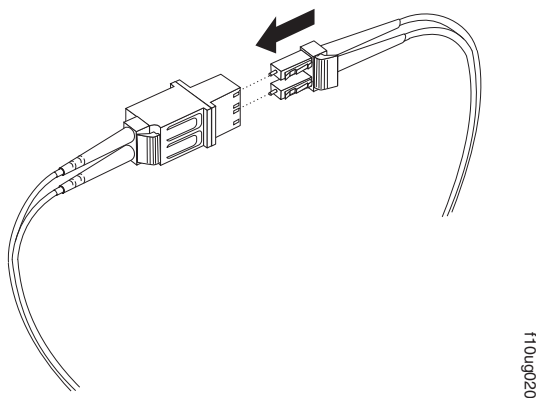

Figura 33. Conectando um Cabo LC-LC no Adaptador de Cabo LC-SC
4. Insira com cuidado a outra extremidade do cabo LC-LC na extremidade do conector LC do adaptador de cabo LC-LC, conforme mostrado na Figura 33. Empurre o conector até que ele se encaixe no lugar.